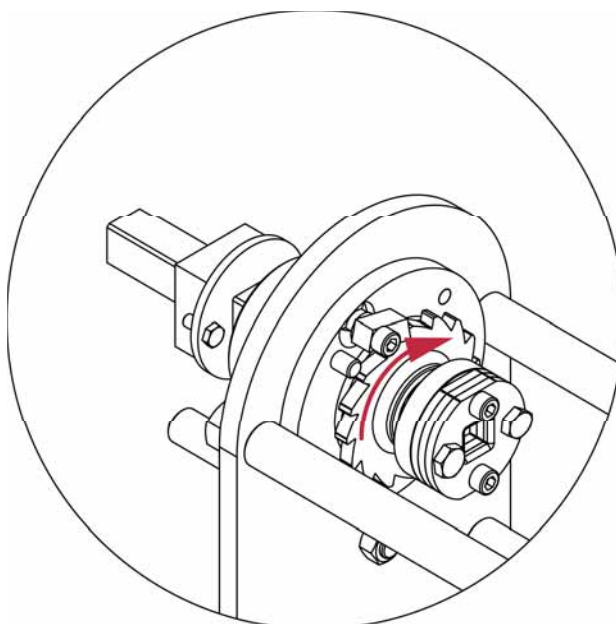

Figura 2
A continuación hacemos girar el cabezal en sentido contrario del trinquete (tal y como indicamos en la figura 2) mediante el pulsador del panel de control y observamos que las varillas se van torsionando, realizaremos la torsión hasta aproximadamente dar  $\frac{3}{4}$  de vuelta. Acto seguido hacemos girar el cabezal en sentido contrario y observamos que el Trinquete (5) traba la corona y hace que el Eje Principal de Arrastre (1) salga hacia dentro deshaciendo la torsión y al mismo tiempo comprimiendo las varillas. Realizaremos esta operación hasta que la piña tenga las dimensiones que nosotros deseamos. Una vez la piña está acabada realizamos una pequeña torsión en sentido contrario con el fin de desclavar el material dentro de los Grupos de Arrastre (6) acto seguido y con ayuda del volante de Fijación desclavamos las varillas, levantamos el Trinquete (5) y con ayuda de la Tracción Manual (4) recogemos el Eje Principal de Arrastre (1) hasta su posición original.
- Colocamos el Eje Principal de Tracción (1) en la posición inicial, es decir, totalmente desplazado hacia el Cabezal de la Torsionadora y con el plano del Grupo de Arrastre (6) en la parte Superior.
- Mediante los pulsadores de Giro realizamos la Torsión en el sentido necesario para torsionar las varillas hasta el punto que deseemos (Figura 2). En la pantalla aparecen unos dígitos que van aumentando que nos indican la posición final de la torsión ( $\frac{3}{4}$  de vuelta son 90).
- Para poder sacar la piña del útil necesitaremos realizar pequeños movimientos adelante y atrás con los pulsadores de giro para desclavar el material de los Grupos de Arrastre (6).
- Con ayuda del Volante de Fijación (9) retrocedemos el Eje Fijo (8) liberando la piña.
- Levantamos el Trinquete (5).
- Con ayuda de la Tracción Manual (4) retrocedemos el Eje Principal de Arrastre (1) hasta el punto inicial.